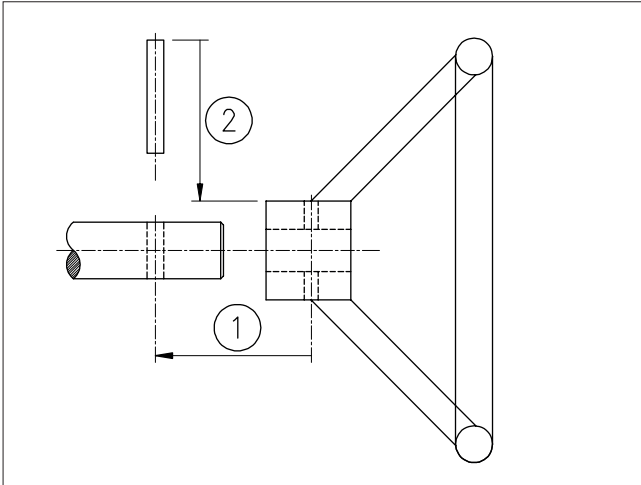

Abb. 1 Anbau des Handrads
2. Es empfiehlt sich, vor dem Anbau des Getriebes an ein Ventil das Handrad auf die Eingangswelle zu montieren; siehe Abb. 1.